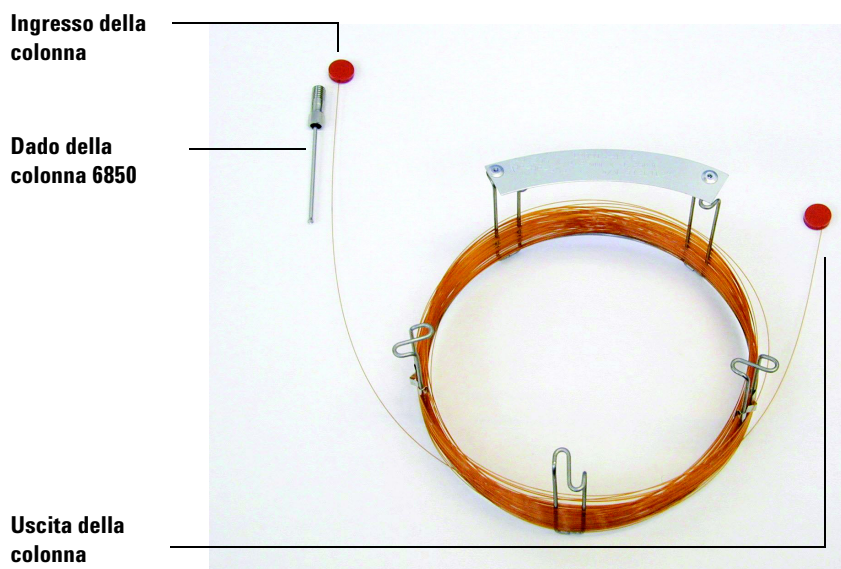

Figura 2 Colonna
- 1 Adagiare la colonna (19091S-433E nel kit GC fornito) su una superficie pulita con l'etichetta rivolta verso di sé nella posizione "a ore 12". Si osservi che le estremità di ingresso/uscita della colonna hanno lo stesso orientamento di quando si utilizza un rivelatore GC e l'uscita della colonna è posizionata sul retro (più vicino alla ventola) del supporto della colonna. Vedere la Figura 2.